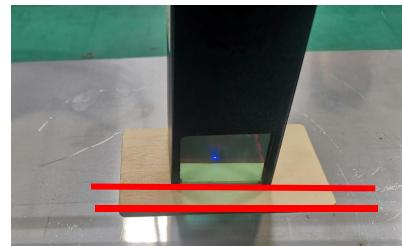

Bild 2 Der Schild ist parallel zum Rand des gravierten Objekts
- c. Der Schild muss parallel zum Rand des gravierten Objekts sein (Bild 2).